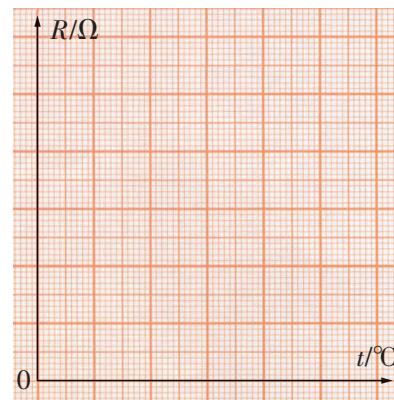

图 3-2-2
1. 根据表 3-2-1 的实验数据，在图 3-2-2 中作出 $R-t$ 图象。